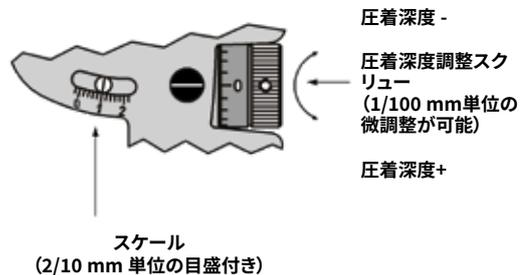

図. 5 - 手動工具
- コンタクトをケーブルと一緒に圧着工具CLPZ Rに限界まで差し込んでください(図5参照)。ケーブルを優しく押し込みながら、工具を解放されるまで閉じてください。